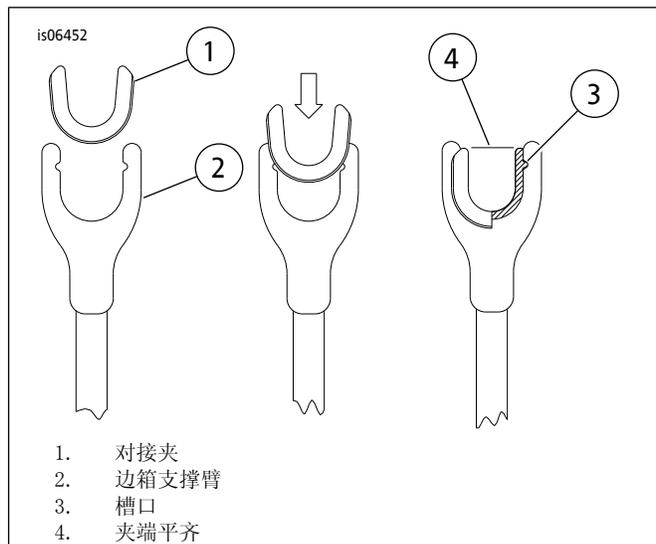

图2。安装对接夹
2. 参见图2。将U型对接夹（1）安装至边箱支撑臂（2）槽端。必须将各夹完全插入支撑臂槽，以便安装至对接U型夹上方。